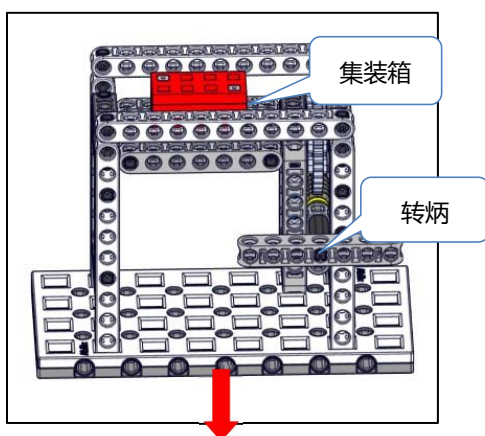

图 3-4-1 初始状态
3.4.1 港口运输模型的初始位置位为 1-10。位置是可变的，是方向固定的；红色集装箱在模型上方，转柄处于水平状态，如图 3-4-1 所示。